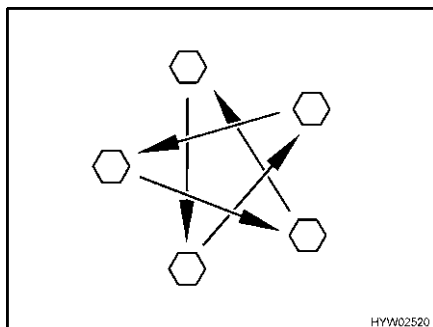

Fig. 273 Serrer en croix les écrous ou les boulons de roue
- Vérifier régulièrement le serrage des écrous ou des boulons de roues. Resserrer tous les écrous ou les boulons de roue 50 km après le changement d'une roue (Fig. 273).
- Si des jantes neuves ou repeintes sont utilisées, alors resserrer les écrous ou les boulons de roue une fois de plus après env. 1 000 à 5 000 km (Fig. 273).
- ▷ Serrer en croix les écrous ou les boulons de roue (Fig. 273).